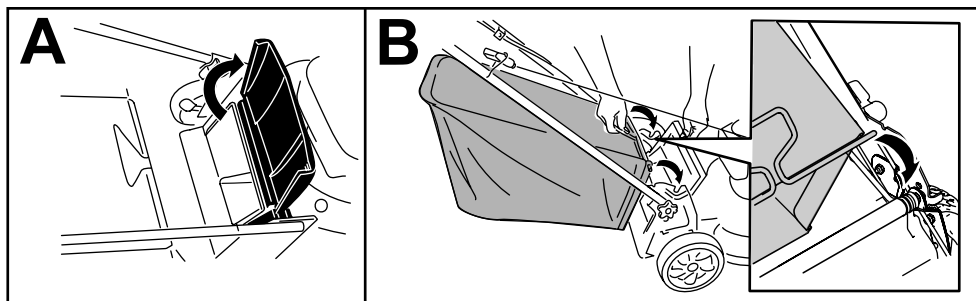

Рисунок 14
1. Поднимите и удерживайте в поднятом положении задний дефлектор (вид А на Рисунок 14).
2. Установите травосборник и убедитесь в том, что стержни травосборника вошли в пазы на рукоятке (вид В на Рисунок 14).